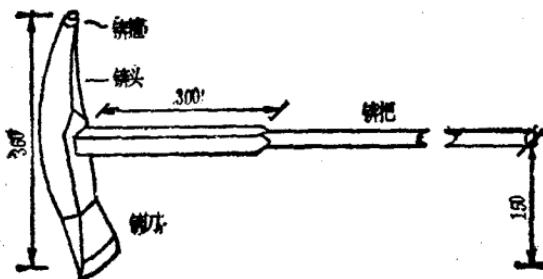

图 3 大 铛
**1. 大锛** 大锛（图 3）适宜砍大而重的木头。锛由锛刀、锛头、锛把三部分构成。锛刀外侧是有“进”面。锛刀内侧是斜磨面。